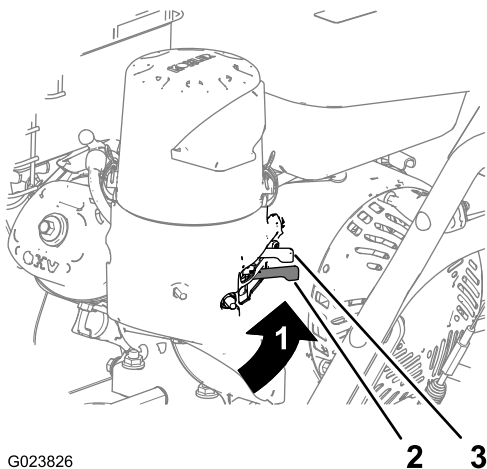

Рисунок 9
Для включения подачи топлива переведите отсечной топливный клапан, расположенный под воздушной заслонкой, вправо (Рисунок 9).
2. Сзади, с левой стороны двигателя переведите рычаг воздушной заслонки в положение Вкл. Если двигатель прогреет, оставьте рычаг воздушной заслонки в положении ВЫКЛ. (Рисунок 9).
5. Дайте двигателю прогреться в течение нескольких минут, затем переведите рычаг воздушной заслонки вперед, в положение ВЫКЛ. (Рисунок 9).
- С помощью отсечного топливного клапана перекрывается подача топлива в случаях, когда машина не используется в течение нескольких дней, при постановке машины на стоянку внутри здания или при ее транспортировке с одной рабочей площадки на другую (Рисунок 9).